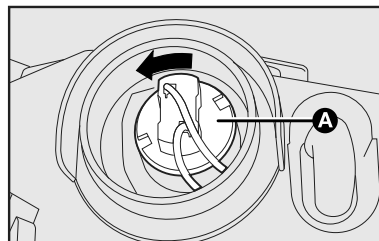

fig. 14
- girar no sentido anti-horário o porta-lâmpada **A-fig. 14** e desapertá-lo;